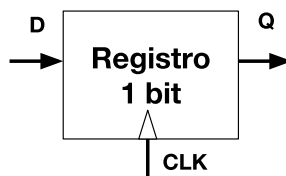

Figura 3: Registro de 1 bit.
En la figura 3 la etiqueta D se corresponde con la entrada de datos del registro y la etiqueta Q se corresponde con la salida del registro. La señal reloj (CLK de clock) se utiliza para sincronizar el instante de actualización del registro. Para realizar la lectura del registro se utiliza la salida del registro (Q), que puede utilizarse en cualquier instante de tiempo como entrada de un circuito combinacional y esta acción no modifica el estado del registro. Para realizar la escritura del registro se utiliza la señal de entrada (D), en el flanco ascendente del reloj actualizaremos el estado interno del registro.